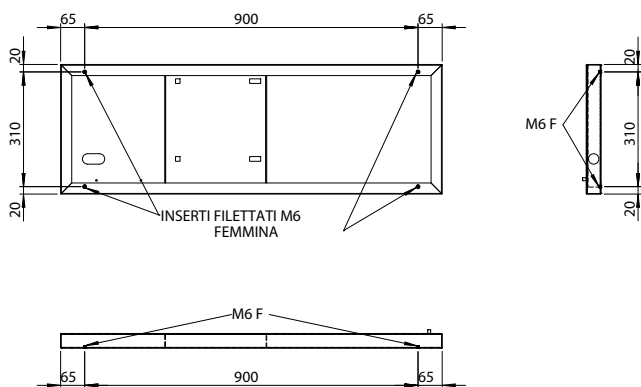

Fig. 1.i
- Jednotka splňuje seizmické zkušební normy IEC 60068-2-6, IEC 60068-2-57, IEC 60068-2-64, ISO2041. K zajištění shody s výše uvedenými normami musí být jednotka ukotvena k podlaze pomocí připravených závitových otvorů (vnitřní závit M6), viz obr. Fig. 1.i.